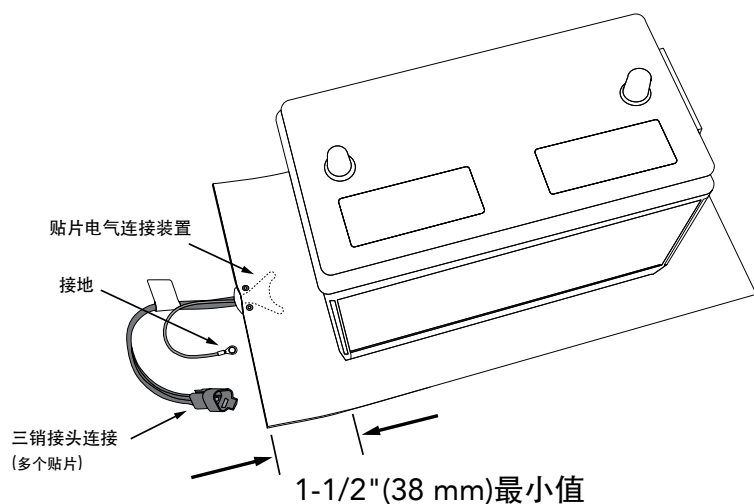

图 2。电池贴片安装，图中显示电池和贴片边缘最少 1-1/2 英寸 (38 mm) 的间隙。
6. 将电池放在贴片上。确保电池放置在最少离贴片边缘 1-1/2 英寸 (38 mm) 的地方，以防止对贴片电气连接装置的损坏。见图 2。